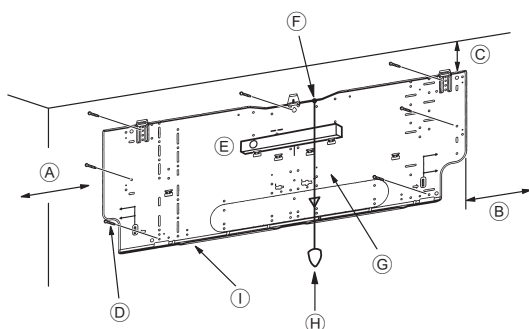
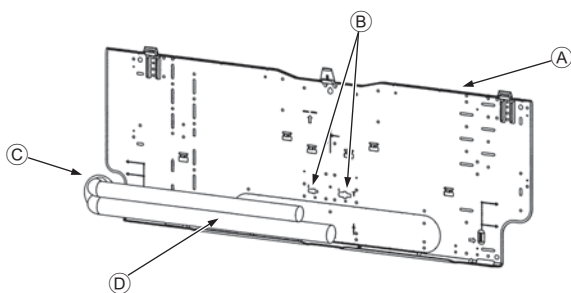
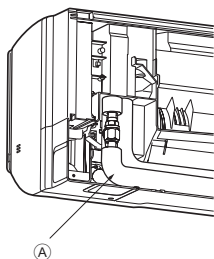

Fig. 3-4
Fig. 3-5
Fig. 3-6
■ PKFY-P-VKM-E (Fig. 3-4)
- Ⓓ Parafusos de fixação (4 × 25) ②
- Ⓛ Placa de montagem ①
3.3. Quando incorporar os tubos na parede (Fig. 3-5)
- Ⓐ Placa de montagem ①
Instalação do tubo de ligação em forma de L ④ Tubagem direita, esquerda e posterior (Fig. 3-6)
3. Virado na direcção em que o tubo de ligação em forma de L ④ irá ser removido, faça rapidamente a ligação à abertura de ligação de afilamento da unidade interior.